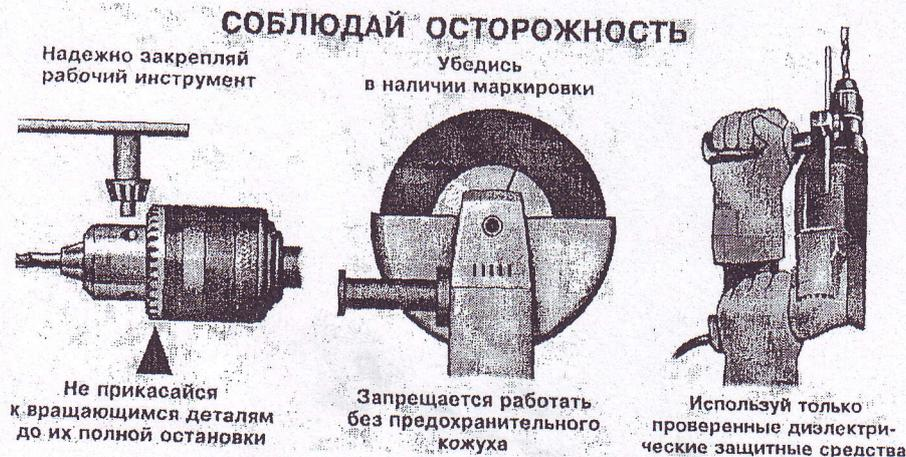

Рис. 9. Меры безопасности при работе электроинструментом (плакат)
2.9. Рабочий сменный инструмент должен быть правильно подобран и заточен в соответствии с характером работы и видом обрабатываемого материала. Режущие детали ручных электрических машин: сверла, режущие цепи, пильные и абразивные диски и т.п. должны точно соответствовать электроинструменту данного типа и надежно закрепляться в зажимных приспособлениях (рис. 9).